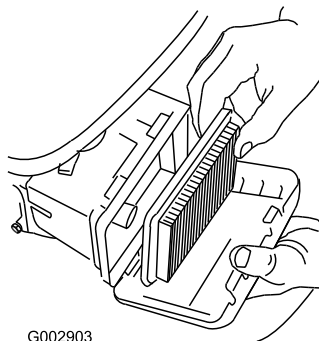

Figure 43
3. Déposez le filtre à air (Figure 43).